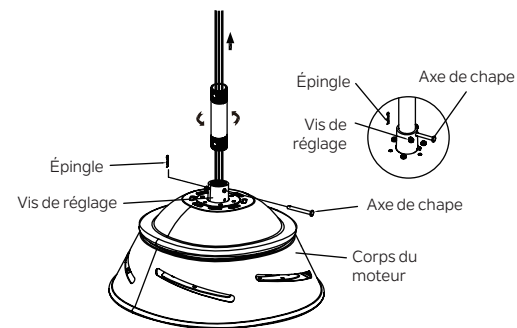

Fig. 8
Étape 3. Faites passer avec précaution les fils du ventilateur et le câble de sécurité à travers la tige descendante. Vissez la tige descendante sur l'accouplement du moteur jusqu'à ce que les trous des broches de la chappe soient alignés. Ensuite, remplacez l'axe de chappe et l'épingle, puis serrez les deux vis de réglage. (Fig. 8)